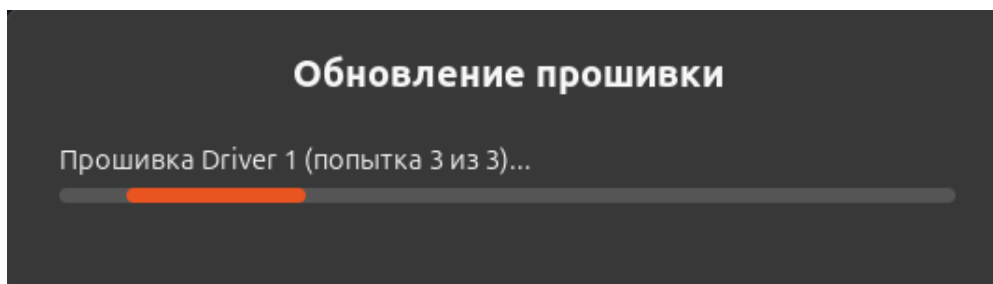

Рисунок II-77 – Уведомление об обновлении
- 6) После восстановления устройства обновление прошивки запустится автоматически (см. Рисунок II-77).